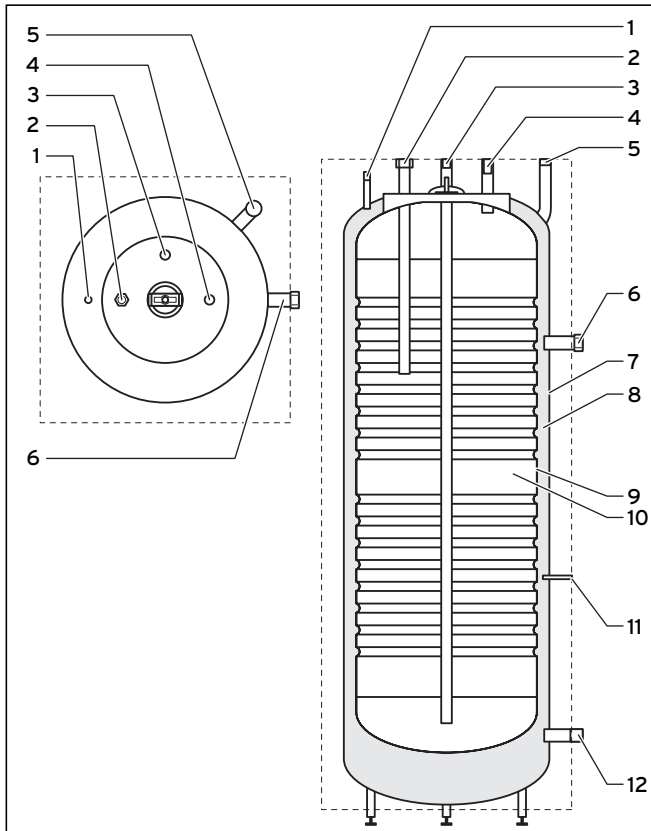

Abb. 2.1 Anschlüsse Verrohrung, Ansicht von links
Der VDH 300/2 ist ein sogenannter Doppelmantelspeicher, d. h. ein innenliegender Speicherbehälter (siehe Abb. 2.1, Pos. 9) ist in einen äußeren Speicherbehälter (7) eingeschweißt. Beide sind durch einen Ringspalt getrennt, durch den ca. 85 Liter Heizwasser strömen können. Der innere Speicherbehälter besteht aus korrosionsbeständigem Edelstahl und besitzt ein Volumen von ca. 268 Litern. Durch diese Konstruktion des Warmwasserspeichers können sehr hohe Wärmemengen auf das Sekundärvolumen (10) des Speichers übertragen werden. Zudem kann dieser Speicher bedenkenlos auch mit stark kalkhaltigem Wasser betrieben werden.